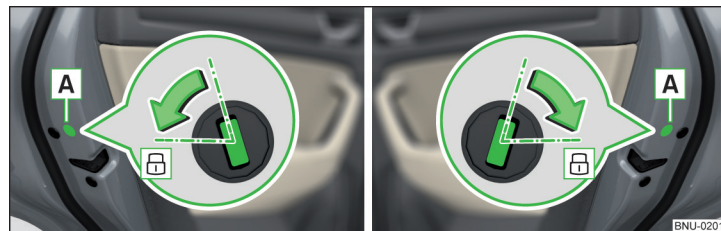

Fig. 274 Puerta izquierda / puerta derecha
- En vehículos con la visera **A**, eliminar esta visera » fig. 274.